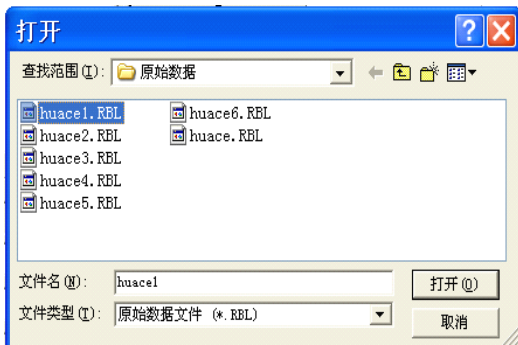

图6-4 打开文件对话框
**6.3.2 打开：** 点击打开按钮，弹出文件打开对话框，如图6-4所示，用户可以选择要打开的钢筋仪(\*.RBL)文件并打开。